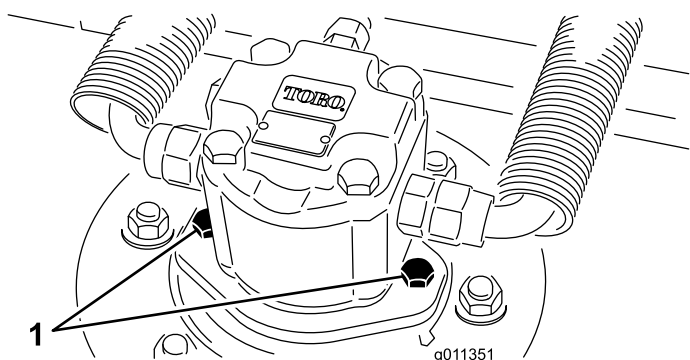

Рисунок 95
2. Отсоедините и снимите гидромотор с режущего блока (Рисунок 95). Накройте верхнюю часть шпинделя для предотвращения загрязнения.
4. Установите гидроцилиндр на деку (Рисунок 95). Убедитесь, что уплотнительное кольцо находится в штатном положении и не повреждено.